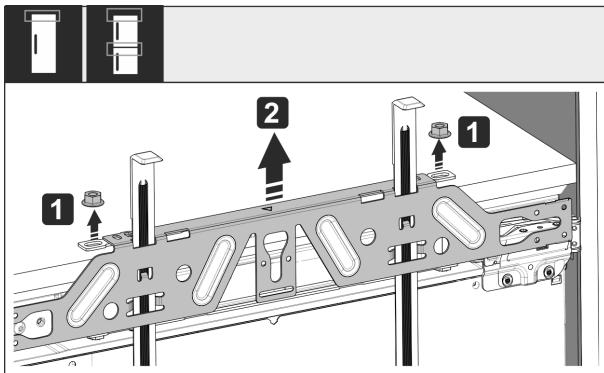

Fig. 54
- Otpustite protumaticice Fig. 54 (1).
- Skinite Fig. 54 (2) pričvrsnu poprečnu letvicu.